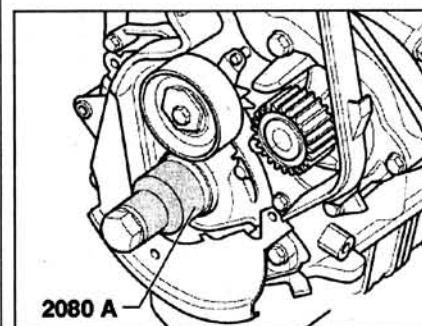

Рис. 2.45. Запрессуйте сальник до упора с помощью приспособления 2080A и центрального болта вибродемпфера.
6. Запрессуйте сальник до упора с помощью приспособления 2080A и центрального болта вибродемпфера (рис. 2.45).